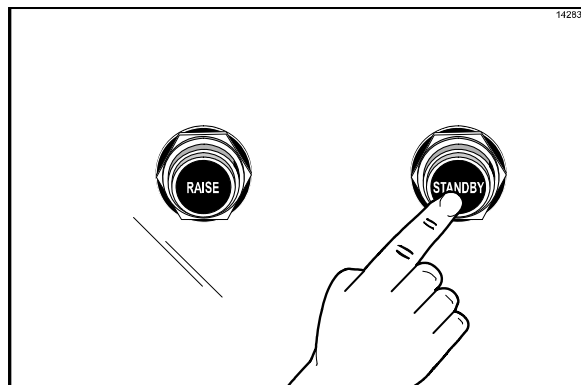

Figura 21
13. Pressione o botão Standby para fechar o platen. (Veja a Figura 21.)